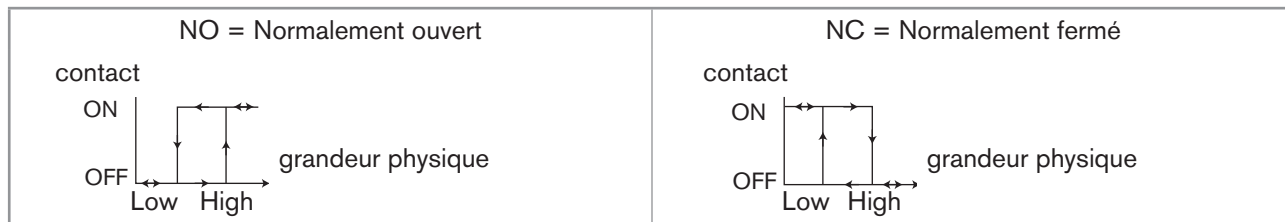

Fig. 33 : Fonctionnement en hystérésis
**MODE** : choisir le fonctionnement, hystérésis ou fenêtre, de la sortie transistor 1 ou de la sortie transistor 2 (voir Fig. 33 et Fig. 34).
**LOW** : choisir la valeur du seuil de commutation bas de la sortie transistor 1 ou de la sortie transistor 2 (voir Fig. 33 et Fig. 34).
**HIGH** : choisir la valeur du seuil de commutation haut de la sortie transistor 1 ou de la sortie transistor 2 (voir Fig. 33 et Fig. 34).
**CONTACT** : choisir le type de position de repos (normalement ouvert, NO, ou normalement fermé, NC) de la sortie transistor 1 ou de la sortie transistor 2 (voir Fig. 33 et Fig. 34).